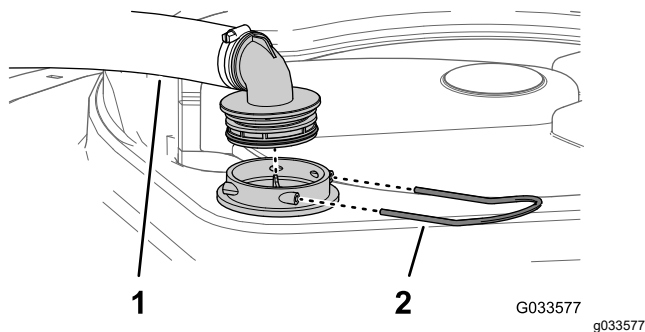

图 29
2. 在打药机药缸的顶部拆下固定从过滤器外壳连接至大软管的软管接头的卡环图 29。
3. 从过滤器外壳上拆下软管和软管接头图 29。